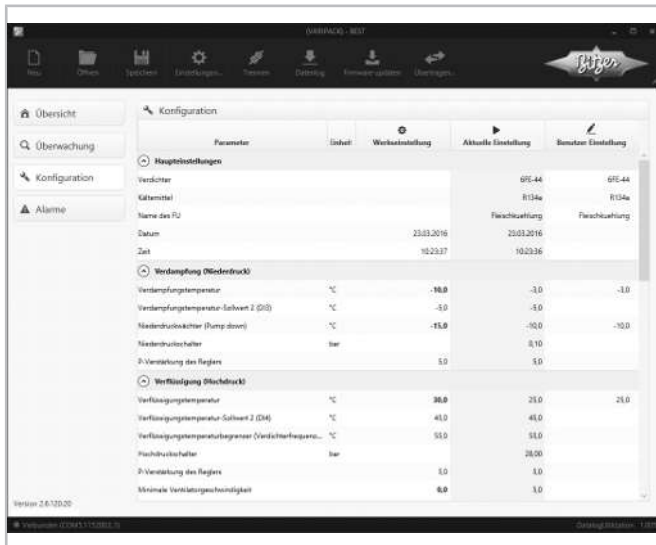

Abb. 29: VARIPACK Konfiguration "Druckregelung"
- Leistungsregelung des Verdichters in Abhängigkeit des Verdampfungsdrucks mit dem Erweiterungsmodul zur Druckregelung (Option), siehe Abbildung 29, Seite 81.